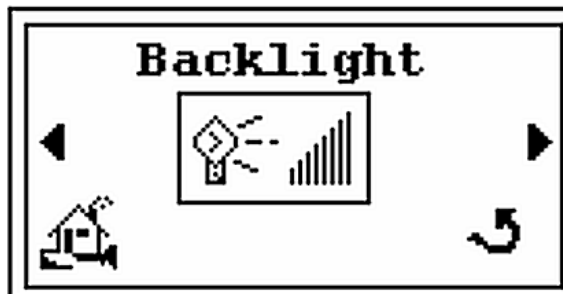

図 2-7 Backlight 画面
2. ▶ を 1 回押すと *Backlight* 画面が表示されます (図 2-7)。
5. **Enter** を押すと 図 2-7 に戻ります。